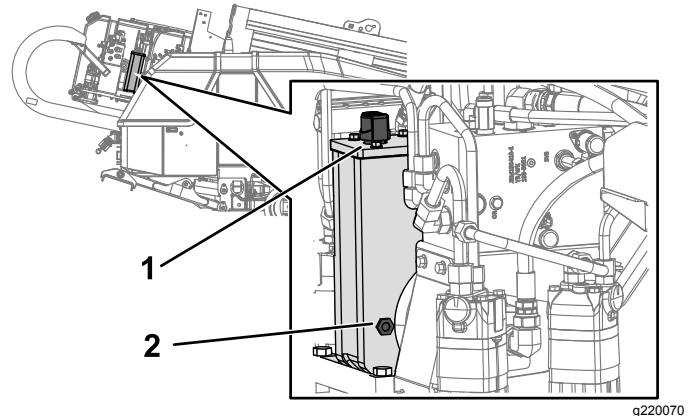

Bild 100
2. Prüfen Sie den Ölstand im Schauglas am Getriebe (Bild 100).
3. Nehmen Sie den Entlüfterdeckel ab und füllen Öl in das Getriebe, bis der Ölstand mindestens die Hälfte des Schauglases bedeckt (Bild 100).
6. Füllen Sie das Getriebe mit Öl, bis der Ölstand mindestens die Hälfte des Schauglases bedeckt (**Bild 100**).